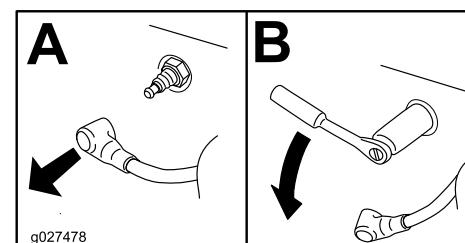

Bild 36
3. Ermitteln und entfernen Sie die Zündkerze(n), wie in Bild 36 abgebildet.